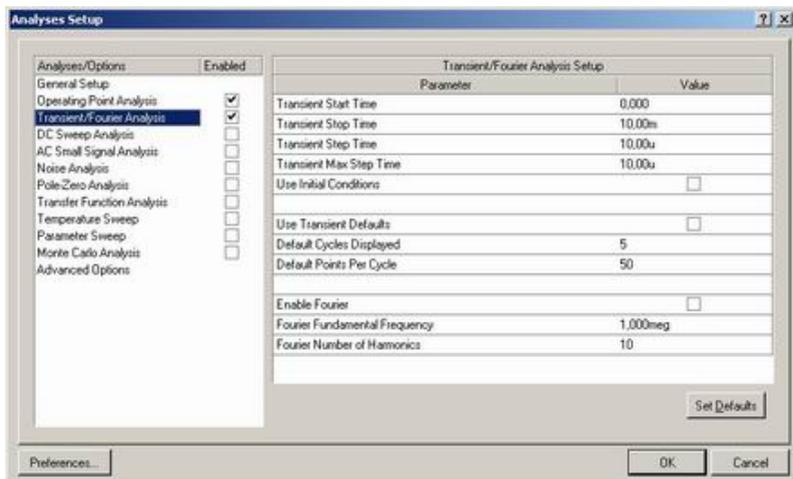

Рис. 20. Установки временно́го анализа
- В полях *Transient Stop Time*, *Transient Step Time*, *Transient Max Step Time* (рис. 20) (время моделирования и шаг) ввести значения. Так как